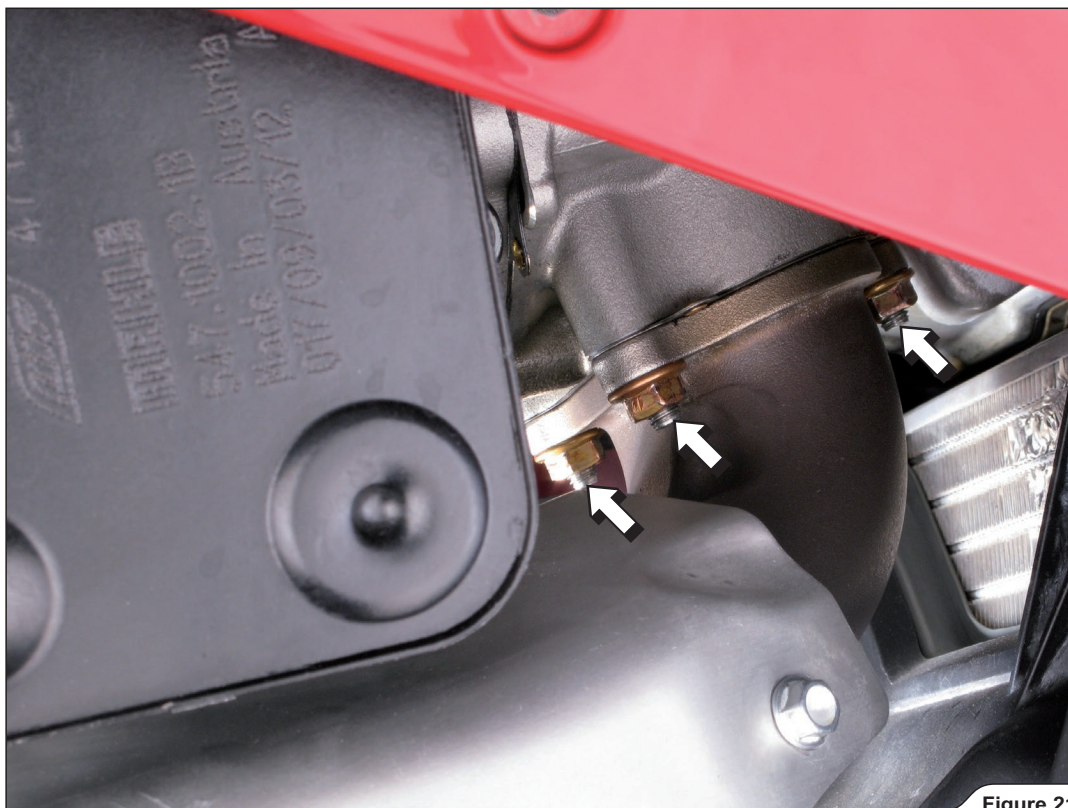

Figure 21
17. 図に示すナットを緩めて外し、フロントマニホールドパイプを慎重に車両から取り外します (図 21)。